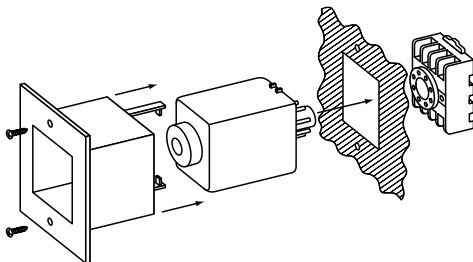

Рисунок 9. Монтаж реле PB2, PB3 в вырез в крышке щитка 45x55 мм
- в вырез в крышке щитка 45x55мм при помощи крепления КР-57 для РВ2, РВ3 (см. рисунок 9);